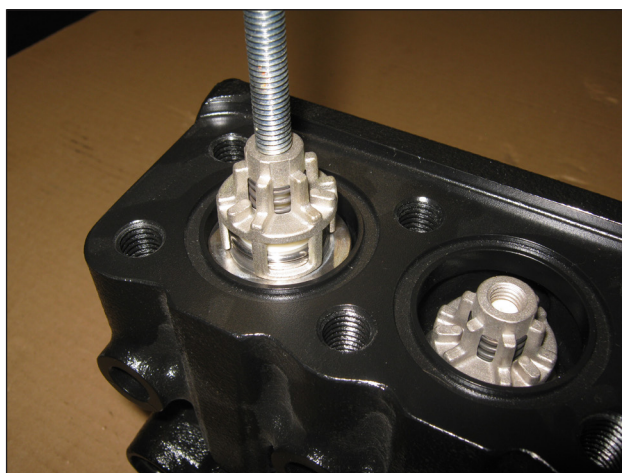

图 18
- 使用代码为26019400的锤头式提取器抽出吸油阀和排油阀单元（图 18）。